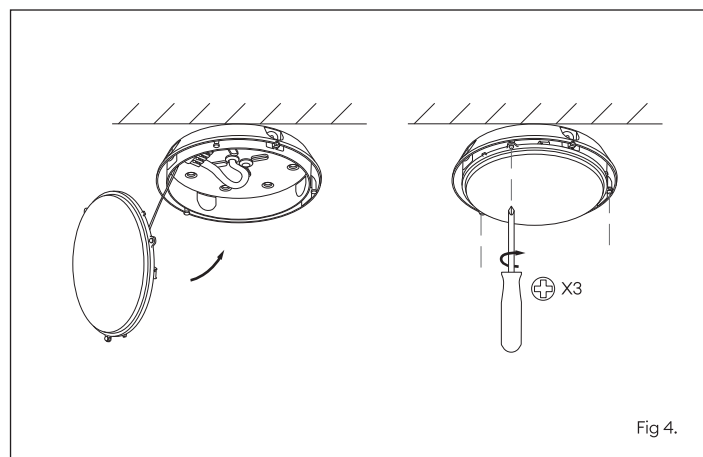

Fig 4.
7. Locate the light source/gear tray assembly onto the housing, taking note of the correct orientation (they only assemble one way) (fig 4).
7. Placez l'ensemble source lumineuse/plaque d'adaptation sur le boîtier, en tenant compte de l'orientation correcte (les éléments ne s'assemblent que dans un sens) (fig. 4).
7. Collocare il gruppo sorgente luminosa/vassoio porta-ingranaggi sull'alloggiamento, facendo attenzione all'orientamento corretto (si assemblano in un solo modo) (fig. 4).